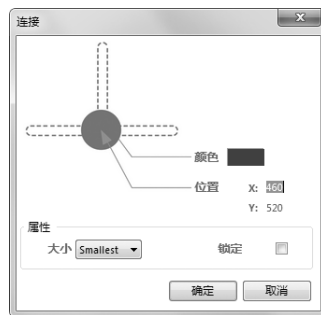

图 3-10 “连接”对话框
(1) 选择菜单栏中的“放置”→“手动连接”命令,或用快捷键〈P〉+〈J〉,此时光标变成十字形状,并带有一个电气节点符号。
(2) 移动光标到需要放置电气节点的地方,单击鼠标即可完成放置,如图3-10所示。此时光标仍处于放置电气节点的状态,重复操作即可放置其他节点。
(3) 设置电气节点属性。在放置电气节点的过程中,用户可以对电气节点属性进行设置。双击电气节点或者在
光标处于放置电气节点的状态时按〈Tab〉键，弹出如图 3-10 所示的“连接”对话框，在该对话框中可以对电气节点的属性进行设置。